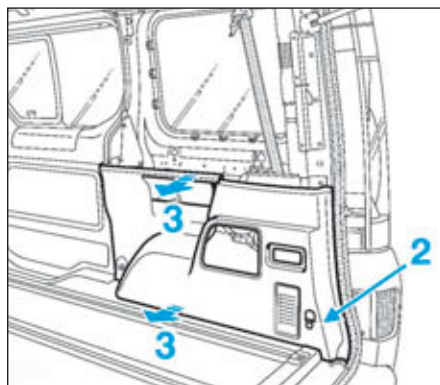

FIG.56
- Déposer (Fig.56) :
- la vis (2) de l'anneau d'arrimage,
- Déclipper la garniture inférieure (3).